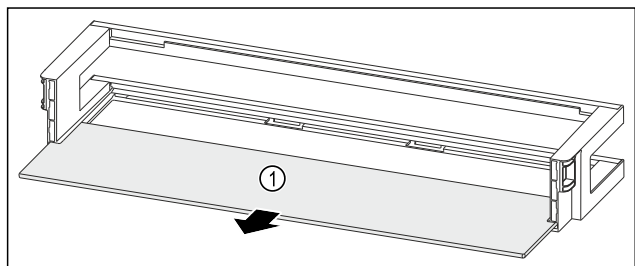

Fig. 87 Dveřní přihrádka s odkládací plochou
- ▶ Odkládací plochu Fig. 87 (1) odeberte.